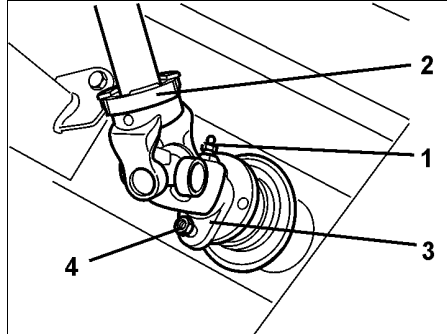

Fig. 22
- Schmiernippel (Fig. 22/1) lösen und Gelenkwelle (Fig. 22/2) aufstecken.
- Anschlussgabel (Fig. 22/3) mit Abscherschraube (Fig. 22/4) befestigen.
- Schmiernippel (Fig. 22/1) eindrehen.